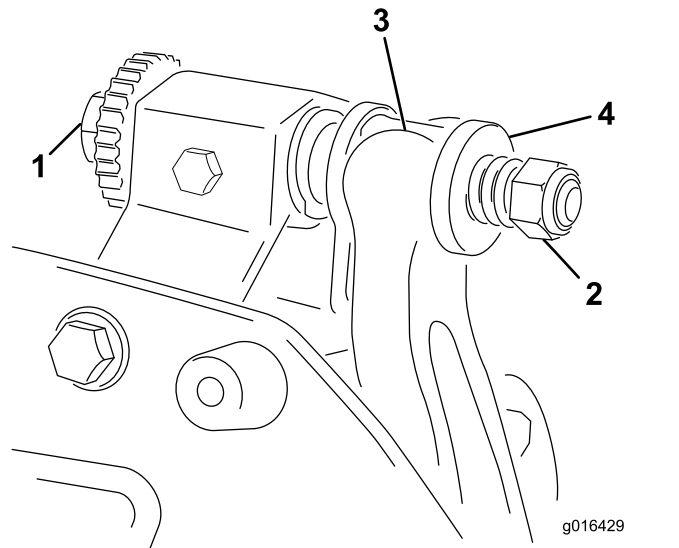

图 13
1. 逆时针旋转底刀架调节螺丝将底刀后撤离开滚刀 图 13。
2. 退出弹簧加压螺母直到垫圈不再对底刀架 图 13 施压。
1. 安装底刀架/底刀总成将安装吊耳固定在垫圈与底刀架调节螺丝之间 图 13。